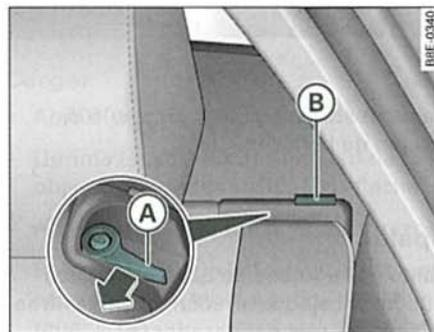

Fig. 104 Palanca de desbloqueo del respaldo
- Oprima la palanca de desbloqueo (A) ⇒ página 105, fig. 104 en la dirección de la flecha.